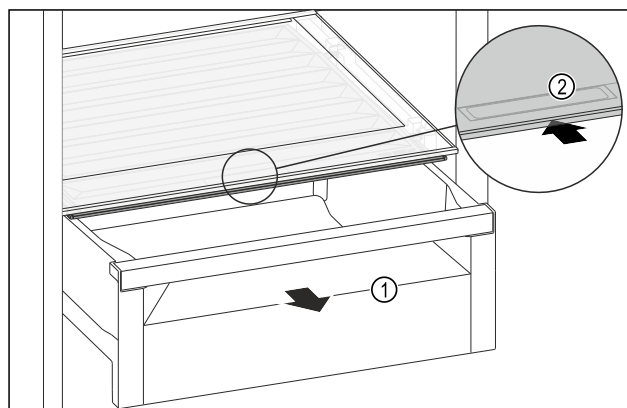

Fig. 138
- Zásuvku Fig. 138 (1) vytáhněte.
- ▶ Uchopte prohlubeň pro rukojeť *Fig. 138 (2)* na víko zásuvky a současně zasuňte víko zásuvky směrem dozadu.